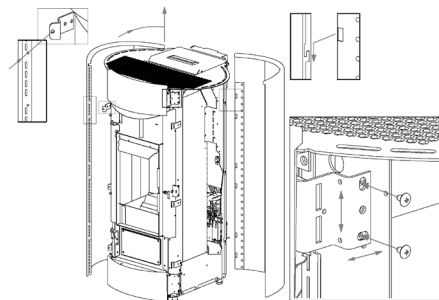

Fig. 60 - Regulaciones
- Desenganche las paredes laterales delanteras (ver **Fig. 60**).